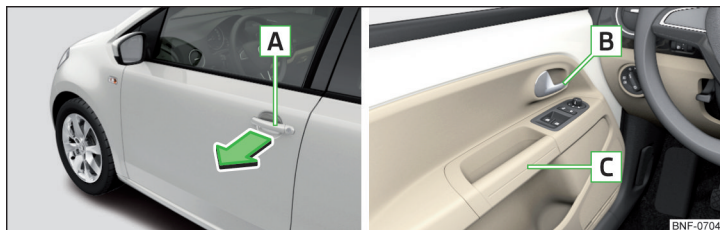

Fig. 30 Dørhåndtag
- For at **åbne udefra** skal du låse bilen op og trække i dørhåndtaget  i pilens retning » Fig. 30.